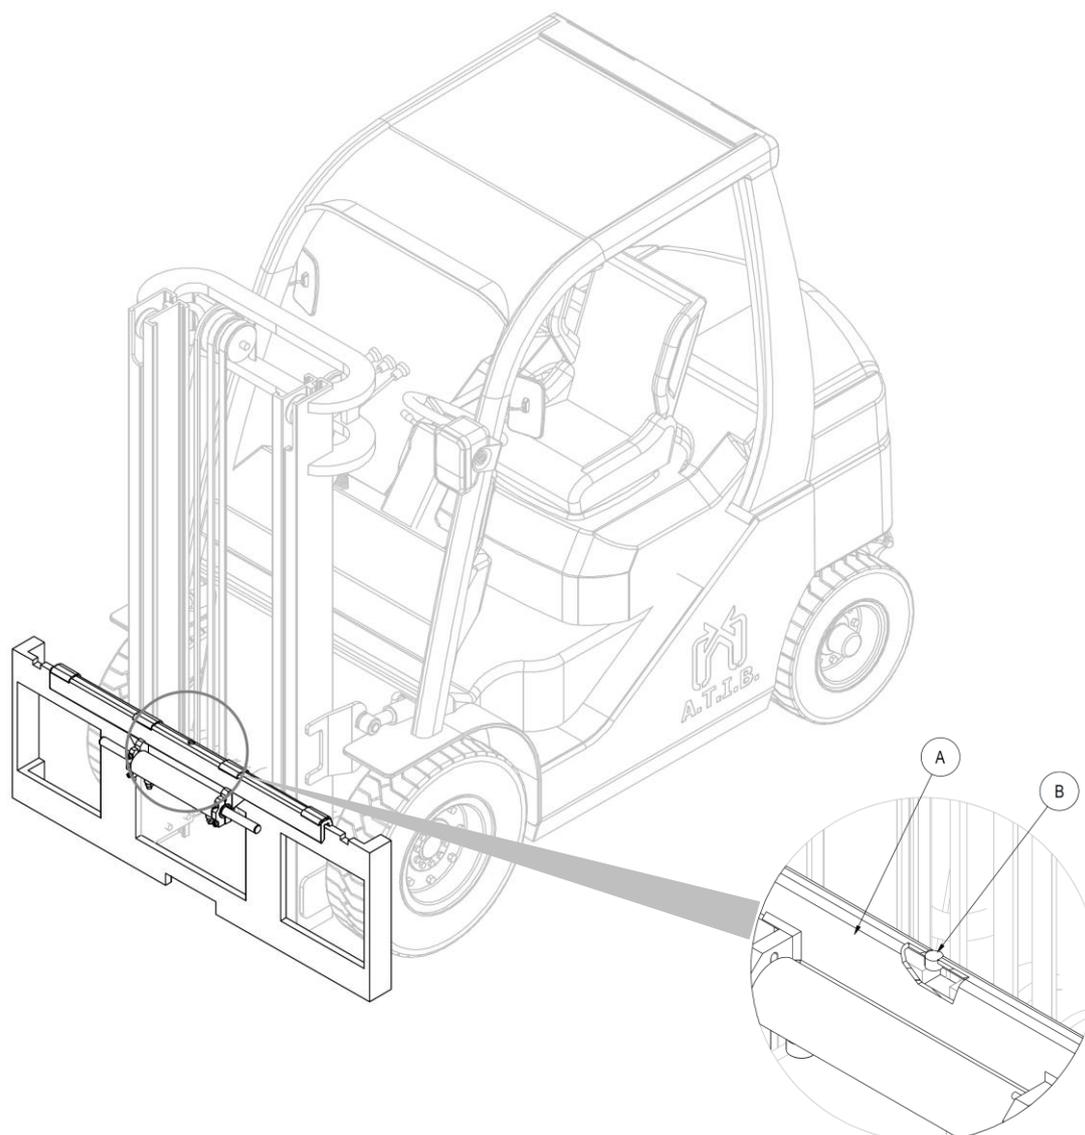

Figura 7
4. Tomar manualmente el doble gancho **A** (con el correspondiente cilindro) y posicionarlo sobre el perfil superior de la placa porta horquillas, cuidando de encajar el pivote de centrado **B** en la muesca central del mismo. (mira Figura 7).